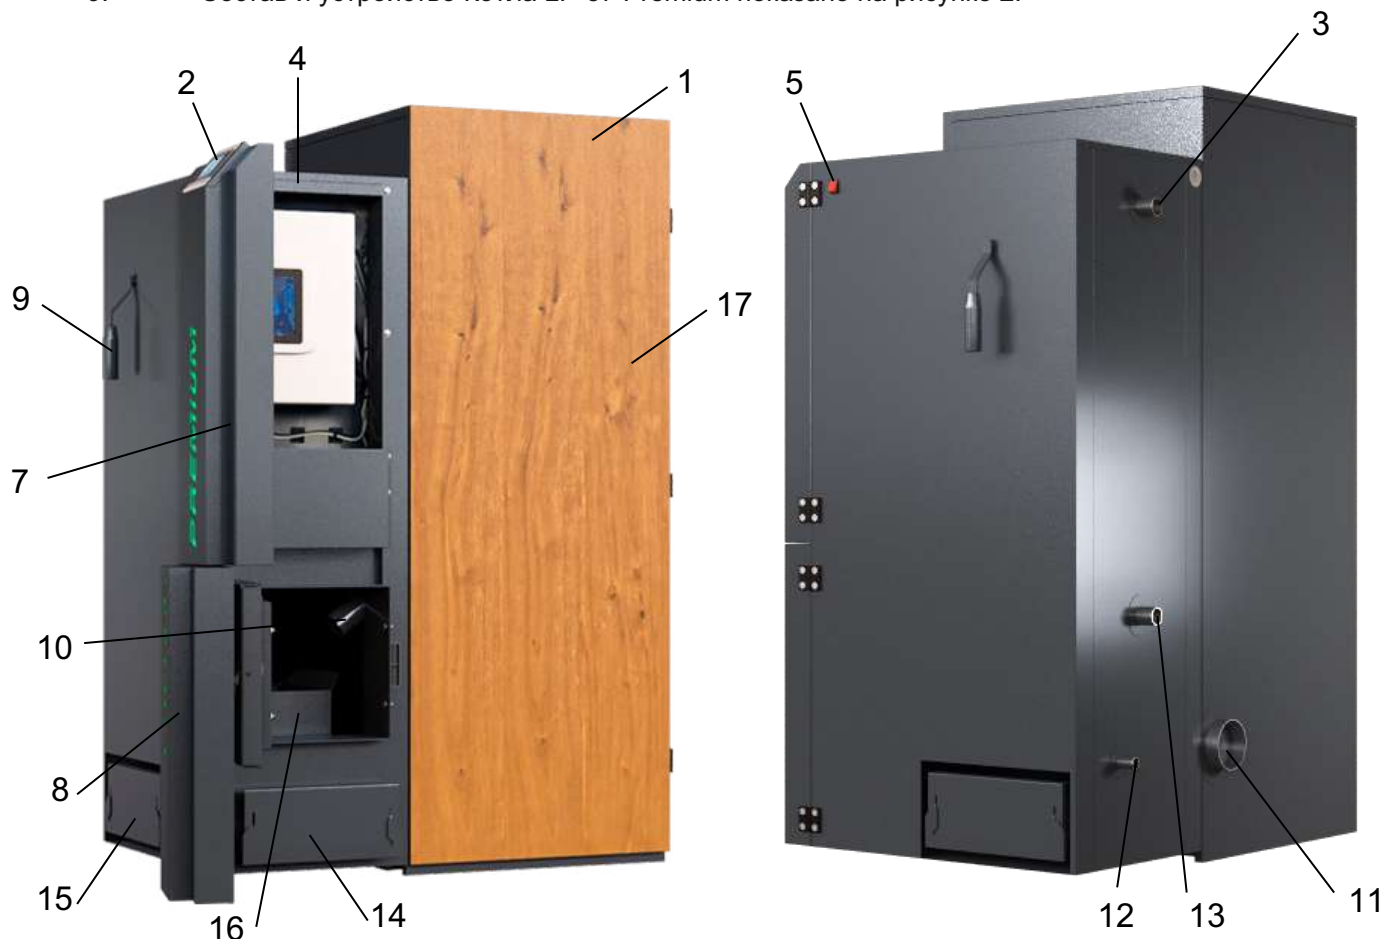

Рисунок 2. Состав и устройство Котлов моделей LP-37
10. Котел (рис.2) представляет собой стальной сварной теплоизолированный каркас, обшитый снаружи съемной декоративной облицовкой, и устанавливаемый на собственных опорах. Внутреннее пространство имеет сложную конфигурацию, включает в своем составе трубчатый теплообменник, предназначенный для циркулирования теплоносителя, листовые детали, образующие вместе со стенками каркаса камеру сжигания, воздухоподводящие каналы, систему дымоудаления из Котла (11). Внутри каркаса в нижней части расположены устройства: чаша кратерной горелки (16), зольник предтопочный и зольный ящик топочной камеры (14). Снаружи Котел имеет декоративные дверцы (7, 8) и дверца для обслуживания кратерной горелки и дымососа (17), патрубки для подсоединения к трубопроводам водяного контура системы отопления (3, 13),